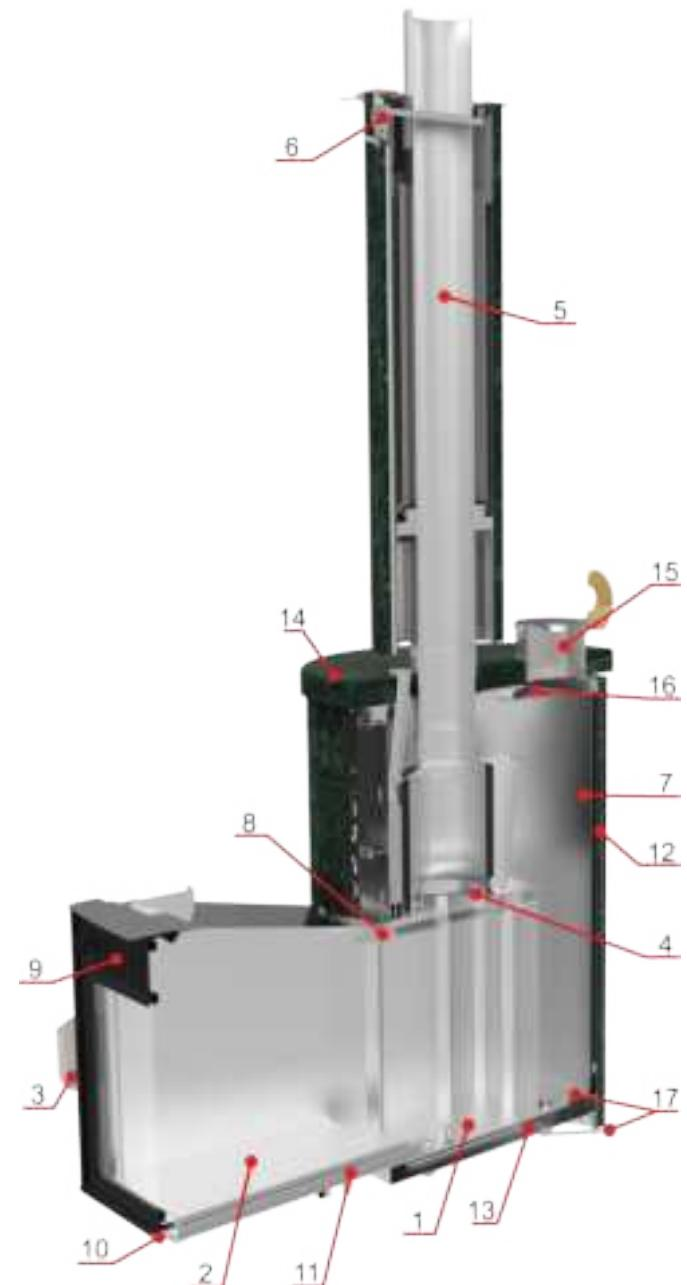

Рисунок 5.1. Принципиальная схема.
5.1. Печь для русской бани (рис. 5.1) включает следующие основные элементы: топка (1), тоннель (2), дверца (3), выходной патрубок (4), дымоотводящий канал (5) с шибером (6) и закрытая емкость (7) для камней. В топке (1) смонтирован дымовой зуб-авиатор (8). Основной воздухозаборник (9) с регулируемой заслонкой расположен в верхней части дверцы (3), над экраном, выполненном из прозрачной керамики (стеклокерамика). Нижний воздухозаборник (10) с регулируемой заслонкой установлен внизу тоннеля (2). Там же смонтирован воздушный канал (11). Топка (1) и каменка (7) имеют общий защитный декоративный кожух (12), состоящую из ламелей и каменной столешницы. Подача воздуха в зону горения и регулирование интенсивности горения осуществляются через основной (9) и дополнительный (10) воздухозаборники. Шибер (6) предназначен для перекрытия дымового канала в неработающей печи. Во время монтажа печи подвижную часть тоннеля фиксируют в стене и герметизируют. Емкость (7) для камней выполнена в виде цилиндра, установленного на нижнее основание (14) топки (1). Крышка (14) – каменная столешница, состоит из двух симметричных частей для установки дымоотвода (5) и воронки (15). Опорная пластина с встроенным устройством распределения (16) служит для подачи и равномерного распределения воды на камни. С внешней стороны цилиндр (7) имеет две консольных обечайки (вверху и внизу) для монтажа облицовки (12) (ламелей). Ламели – это каменные полосы сечением 20x40 мм в металлическом бандаже имеют специальные кронштейны для монтажа на емкость (7) предназначенную под закладку камней. В нижней части емкости для камней выполнено вентиляционное отверстие (17) с регулируемой заслонкой. Воронку (15) устанавливают в посадочное место на крышке (14).